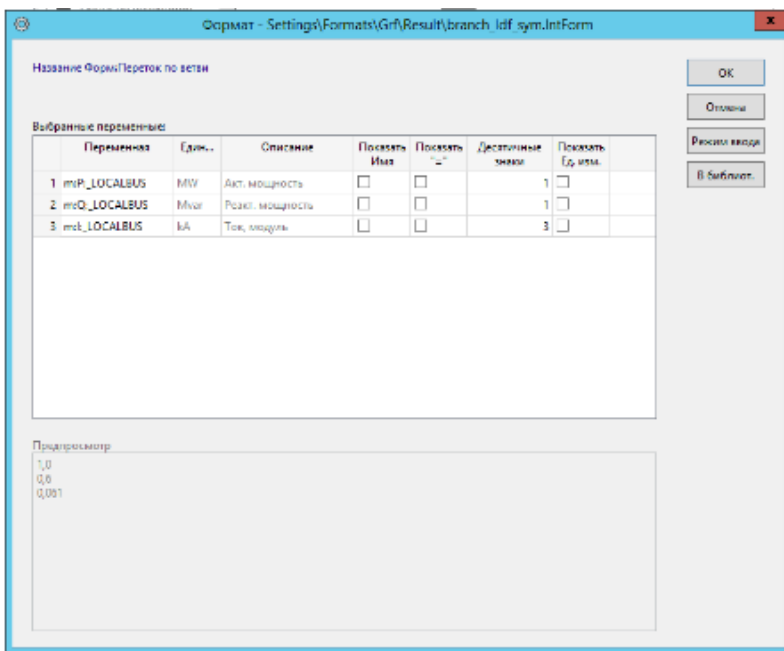

Рисунок 3.3 – Правка вікон результатів
– Виберіть опцію «**Редагувати формат для...**». З'явиться меню як на рис. 3.3.